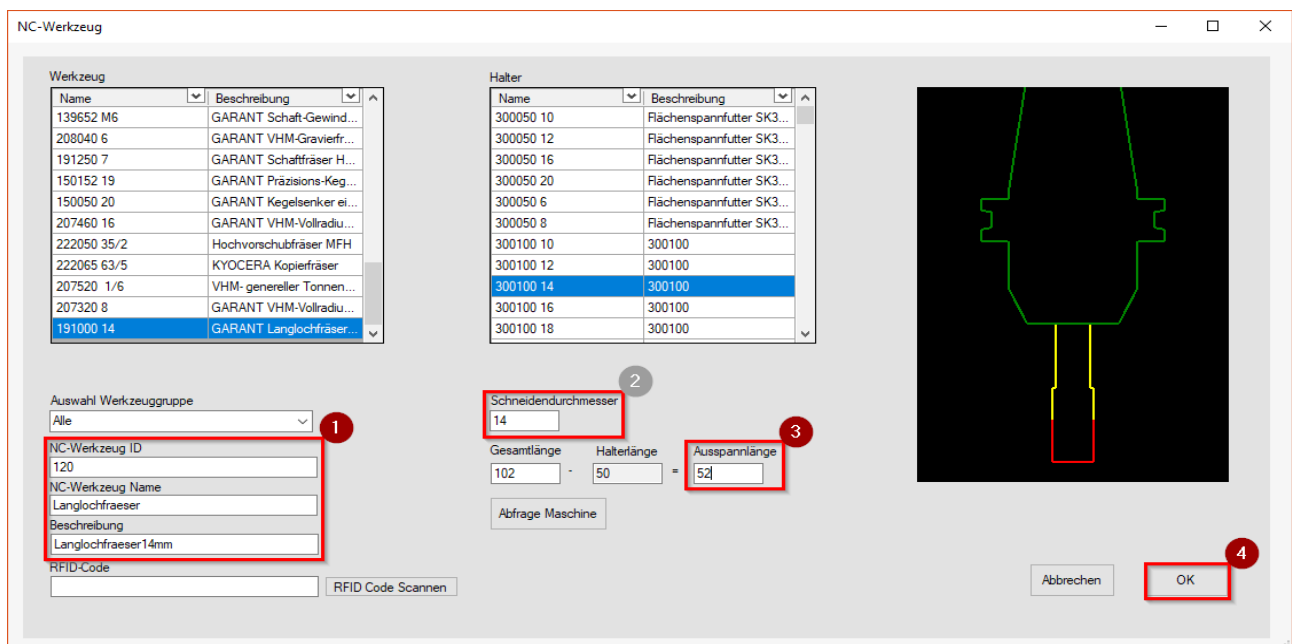

Abbildung 22
In dem nun angezeigten Fenster (Abbildung 22) ist die zuvor ausgewählte Werkzeug-Halter-Kombination bereits voreingestellt. Sie brauchen nur noch die durch die rote Markierung(1) gekennzeichneten Felder mit einer Bezeichnung ausfüllen, ggf. den Schneidendurchmesser für die Baugruppe angeben(2) und eine Ausspannlänge bestimmen(3). Schließen Sie den Vorgang mit „OK“(4) ab.